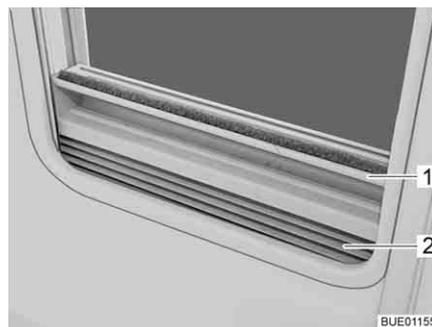

Fig. 59 Dispositif occultant plissé
- Saisir le dispositif occultant plissé (Fig. 59,2) par le centre de la barre-poi-gnée (Fig. 59,1), le tirer du bas vers le haut et le relâcher à la hauteur voulue. Le dispositif occultant plissé reste alors à cette hauteur.